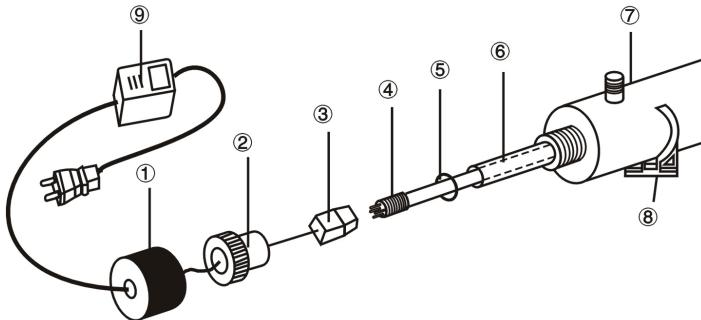

Рис. 1.Монтаж УФ-лампи
- При монтажі УФ-лампи слід спочатку наполовину вставити її в робочу камеру (рис.1), підключити до електрокабелю, і тільки потім вставити в камеру повністю. При цьому штекер слід щільно вставити в посадкову горловину. Тільки після цього можна підключати Установку до електромережі.